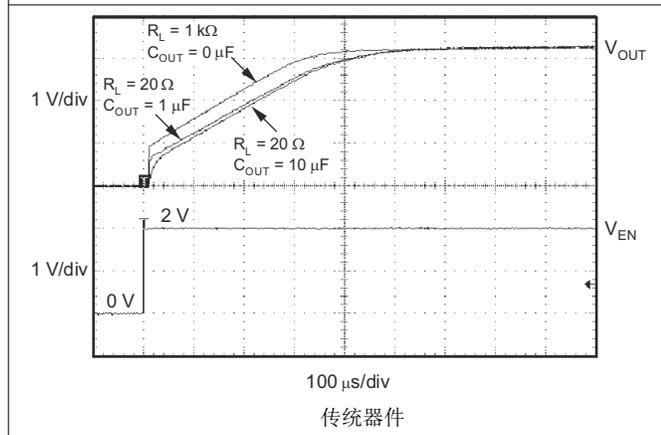

图 5-39. TPS73133 导通响应
使能引脚 (EN) 高电平有效并且与标准 TTL-CMOS 电平兼容。 V_{EN} 低于 0.5V (最大值) 会将稳压器关闭并将 GND 引脚的电流降至大约 10nA。当 EN 用来关闭稳压器时，导通晶体管的栅极电荷会被完全清除。 V_{EN} 高于 1.7V (最小值) 会打开稳压器，并且输出会斜升至稳定的 V_{OUT} (请参阅图 5-39)。